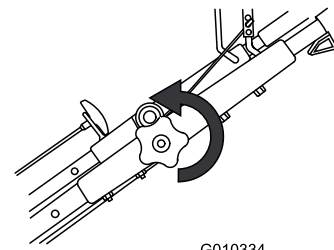

Bild 16
1. Lösen Sie das Handrad des oberen Bügels (Bild 16).